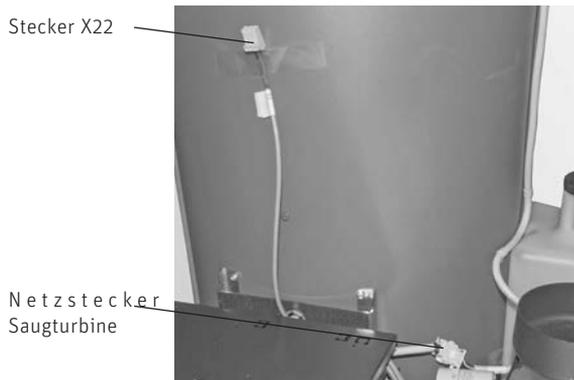

Fig. 45 Netzstecker Saugturbine anstecken
- Netzstecker von Saugturbine anstecken – Fig. 45.